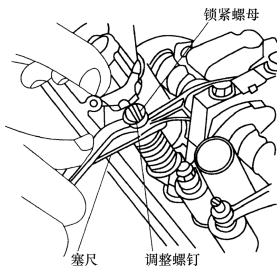

图 1-123 调整气门间隙
4) 对可调气门的气门间隙进行检查与调整。多数发动机的气门间隙都是用装在摇臂上的调整螺钉来调整的。如图 1-123 所示, 将与规定气门间隙相等的塞尺插入可调气门的气门间隙中, 用手前、后移动塞尺, **如能感到有适当的阻力, 说明气门间隙符合标准。若移动塞尺时, 感觉无阻力或阻力过大, 应松开锁紧螺母, 转动调整螺钉, 直到气门间隙符合规定后, 再将锁紧螺母拧紧。**有些无摇臂总成的发动机, 可通过改变挺杆内的垫片厚度来调整气门间隙。